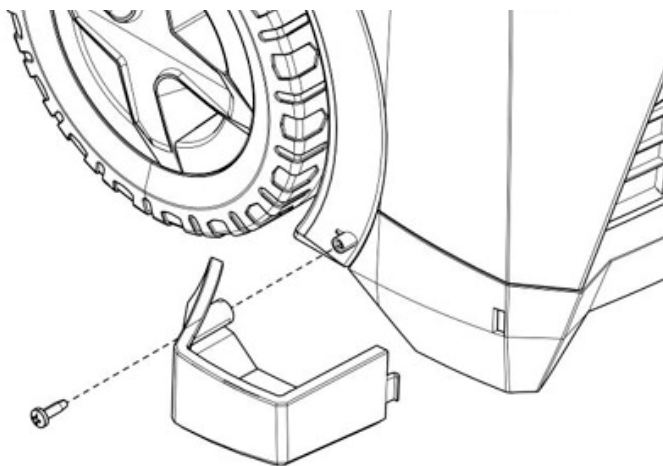

Рис. 5
3. Соберите защиту распылительной трубки: сначала вставьте язычок в паз, расположенный в нижней левой части мойки, а затем закрепите его одним винтом из комплекта поставки (рисунок 5).